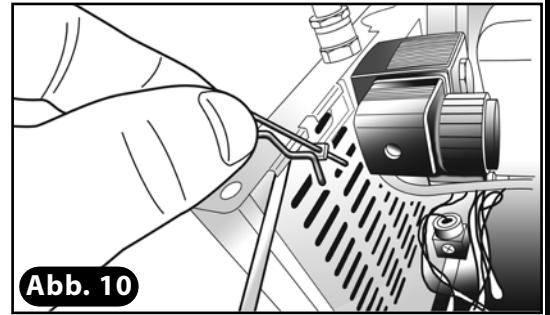

Abb. 10
- 9) Mit einem Seitenschneider den überstehenden Teil des Widerstands abkneifen (**Abb. 10**).
- 16) Sicherheitsplint aus der Gehäuse-Stützstange entfernen, dabei das Gehäuse mit der anderen Hand halten (**Abb. 10**).